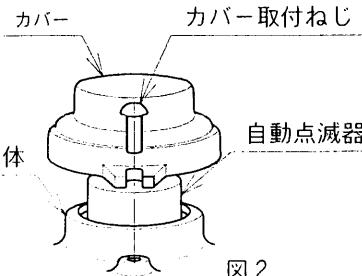

図2
- コンクリート柱に取付る場合 ($\phi 190 \sim \phi 350$ まで) (図2)
- ② 自動点滅器のカバーを外してください。（図2）